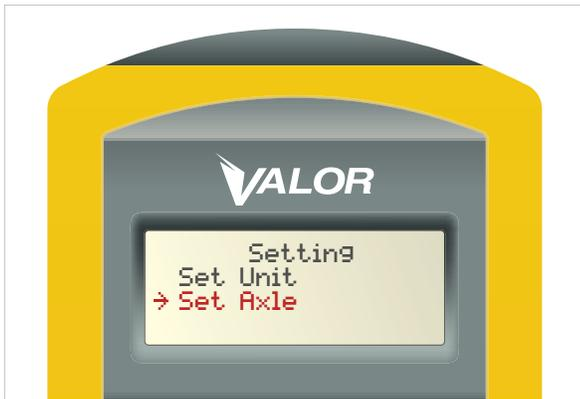

Figure 4
4. Sélectionnez Set Axle (définir l'essieu) au moyen de la touche fléchée (Figure 4).